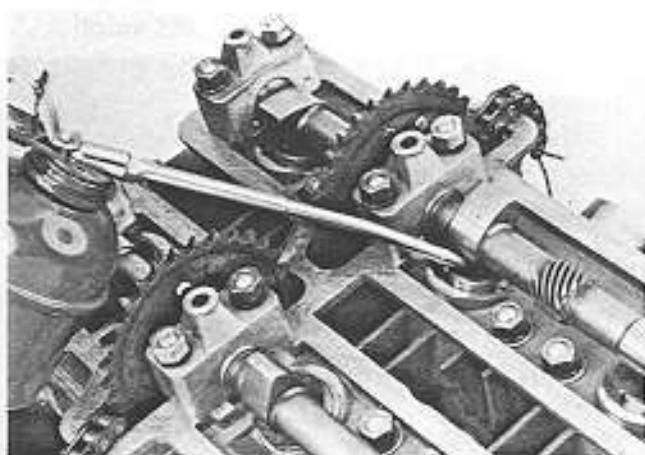

Fig. 23
Durante il rimontaggio **lubrificare abbondantemente** i supporti degli alberi a camme, gli eccentrici e le punterie con olio motore (Fig. 23).
- During rebuild the camshaft bearings, the cam lobes and the tappets should be lubricated liberally with engine oil (Fig. 23).